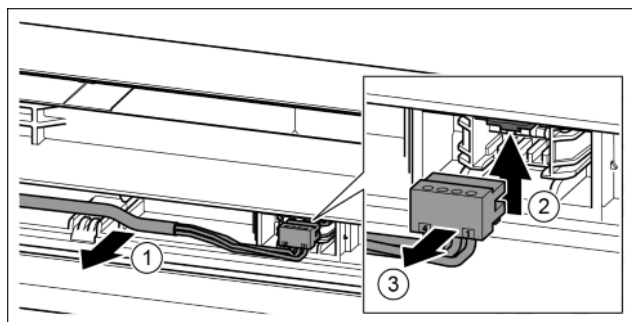

Fig. 19
- ▶ Šedý kabel opatrně uvolněte z vedení ve dveřích. Fig. 19 (1)
- ▶ Lamelu zatlačte nahoru. Fig. 19 (2)
- ▶ Opatrně vytáhněte zástrčku. Fig. 19 (3)